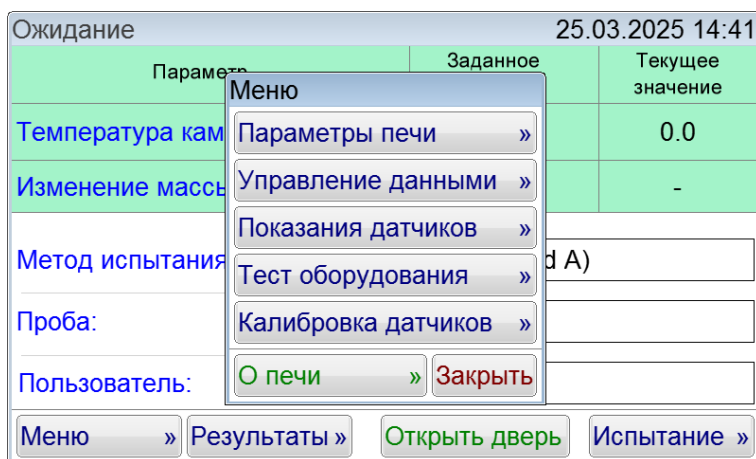

Рисунок 53 – Окно «Меню»
5.11.2 Для запуска калибровки датчика температуры в окне «Меню» нажать на кнопку **[Калибровка датчиков]** (см. рисунок 53). Ввести пароль: «37201».
5.11.10 Открыть окно «**Меню**» нажать на кнопку [**Калибровка датчиков**] (см. рисунок 53). Ввести пароль: «**37201**».